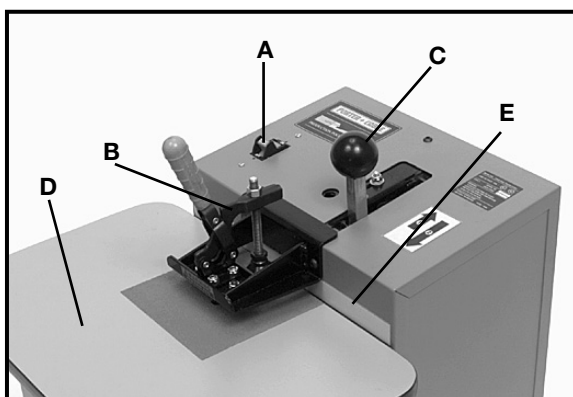

Fig. 2
4. Familiarisez-vous avec toutes les caractéristiques et les commandes, comme illustré à la Fig. 2.